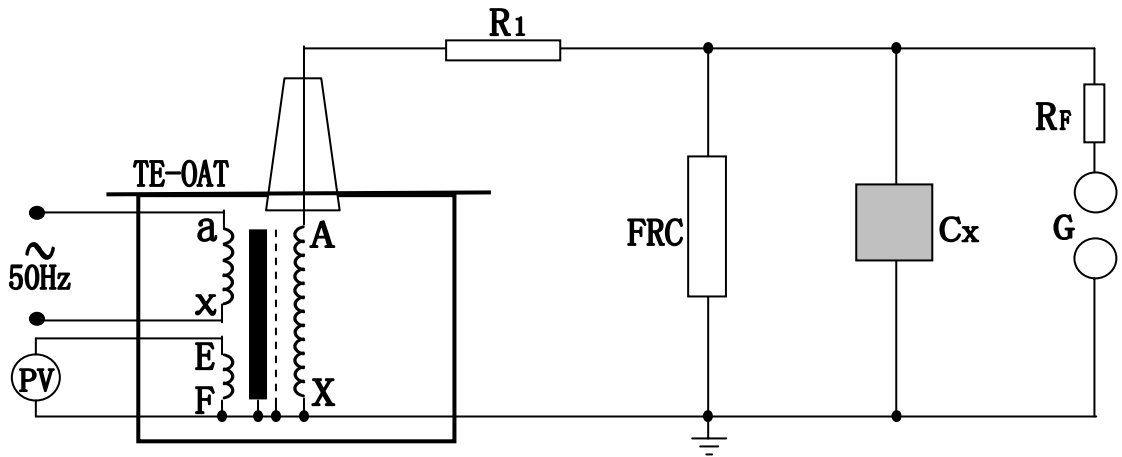

图 6: 被试品工频耐压试验接线图
1、 TE-OAT 试验变压器做被试品的工频耐压试验使用接线原理图见图 6。
在工频耐压试验中，低电压侧测量电压(仪表电压)不是非常准确的，其原因是由于试验变压器存在着漏抗，在这个漏抗上必然存在着压降或容升，使试品上的电压低于或高于低压侧测量电压表上反映出来的电压。工频耐压试验时，被试品上的电压高于试验变压器的输出电压，也就是所谓容升现象。感应耐压试验时，试验变压器的漏抗必然存在着压降。为了准确测量被试品上所施加的电压，因此常在高压侧接入 FRC 阻容分压器来测量电压(见图 6)。